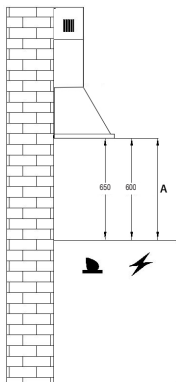
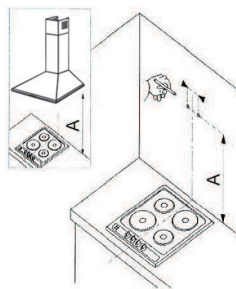

Рис. 4
Рис. 6
Если Вы используете газовую плиту или газовую поверхность, расстояние «А» между нижней частью вытяжки и поверхностью для приготовления пищи рекомендовано не менее 65 см, если электрическая не менее 60 см (Рис.4). Во время монтажных работ следует соблюдать действующее положение по отводу воздуха. Когда вытяжка используется одновременно с устройствами сжигания газа или другого топлива, в помещении должна быть надлежащая вентиляция.
- Приложите корпус вытяжки к стене (рис. 6), сохраняя минимальное 65 см для газовых и 60 см для электрических плит между нижним краем вытяжки и поверхностью для приготовления пищи (рис. 4).